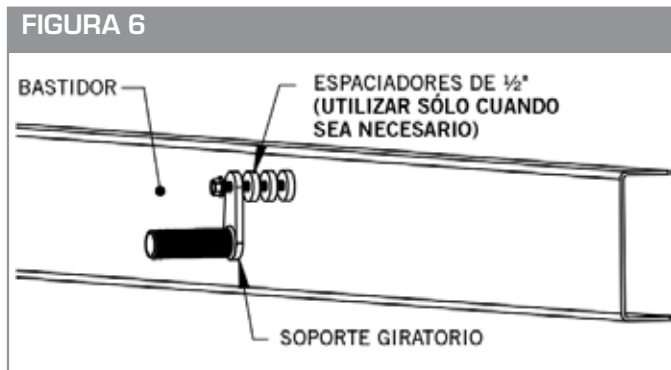

FIGURA 7
- Una vez que los soportes estén en posición con el guardafango, apriete el 5/8" x 4-1/2" que atraviese el soporte giratorio (10001476) para fijar el giratorio de forma segura al bastidor. (Ver la Figura 7)